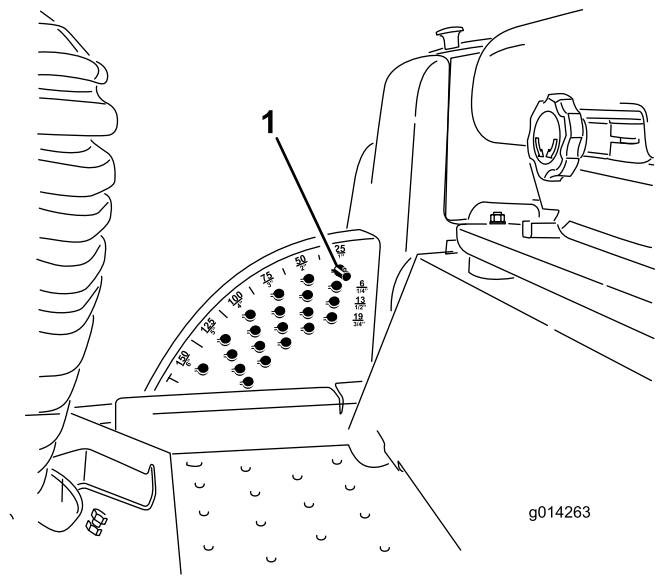

Figure 16
Remarque: Pour bloquer le plateau de coupe en position relevée, levez le plateau au-delà de la position 15 cm, retirez la goupille de butée de hauteur de coupe (voir Réglage de la hauteur de coupe), et placez-la à la position 15 cm (Figure 16).
1. Lorsque le moteur tourne, repoussez la commande de relevage plateau de coupe en arrière jusqu'à ce que le plateau soit complètement relevé et **relâchez immédiatement la commande** (Figure 16).
2. Pour régler la hauteur de coupe, tournez la goupille de butée jusqu'à ce que la saillie s'aligne sur les fentes dans les trous du support de hauteur de coupe et déposez-la (Figure 16).
3. Placez la goupille dans le trou du support correspondant à la hauteur de coupe voulue et tournez-la pour la verrouiller en place (Figure 16).
Remarque: Il y a quatre rangées de trous (Figure 16). La première rangée donne la hauteur de coupe indiquée au-dessus de la goupille. La deuxième rangée donne la hauteur indiquée plus 6 mm. La troisième rangée donne la hauteur indiquée plus 12 mm. La dernière rangée donne la hauteur indiquée plus 18 mm. Un seul trou, situé dans la deuxième rangée, correspond à la hauteur 15,2 cm. Il n'ajoute pas 6 mm à la hauteur de 15,2 cm.